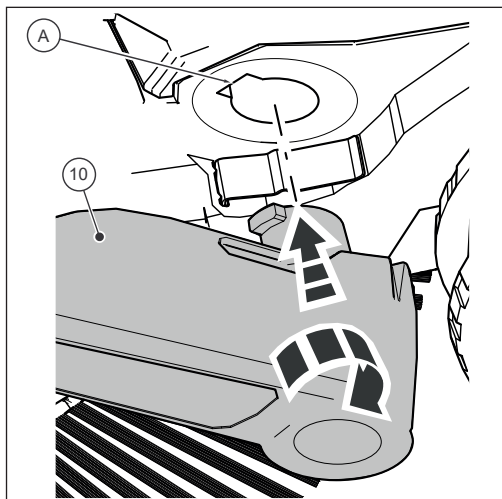

Bild 2: Montera handtagsbeslagen
1. Placera handtagsbeslagen (10) enligt anvisningarna på bild 2.
2. I detta läge, för in handtagsbeslagen (10) så långt de går in i det avsedda uttaget (A) på sopmaskinen.